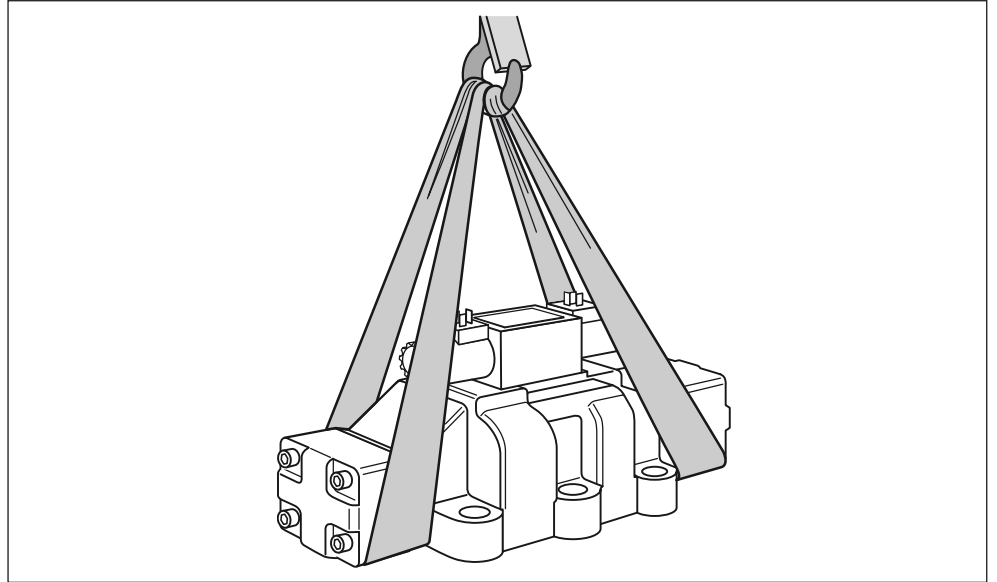

Abb. 1: Lage des Transportbands
- ▶ Legen Sie ein Transportband so um das Hydraulikventil, dass es nicht über die Anbauteile (z. B. Vorsteuerventil, Magnete) verläuft, siehe Abb. 1